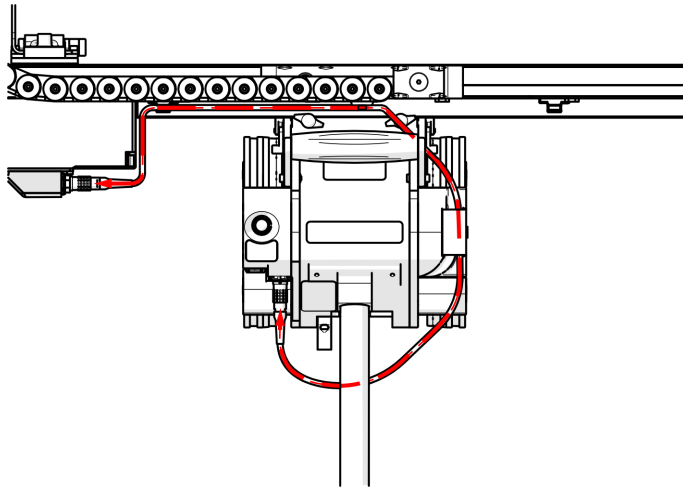

Abbildung 2-32 Führung des Rasterarmkabels
Das Rasterarmkabel verbindet das Rasterarmmodul mit der Versorgungsleitung. Das Kabel verbindet die 36 VDC-Stromversorgung und das Netzwerk mit dem Rasterarmmodul und überträgt die Signale des Rasterarm-Gebers zur Versorgungsleitung (siehe Abbildung 2-32 auf Seite 70)
1. Stecken Sie das mitgelieferte Rasterarmkabel in den Anschluss des Rasterarms am Gebergehäuse des Rasterarms (siehe Abbildung 2-32 auf Seite 70).